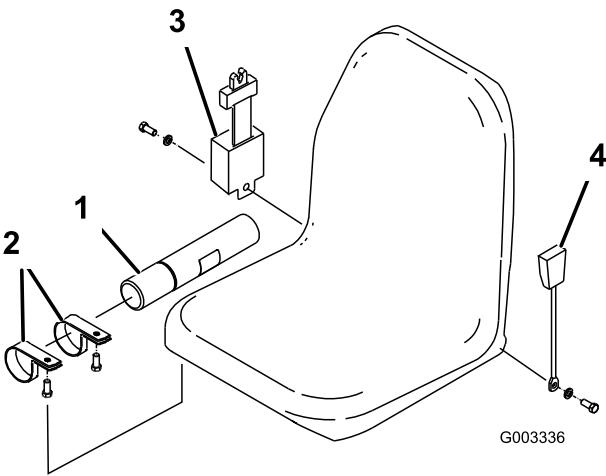

図 3
1. R クランプ (付属部品; 2個) を使用して、マニュアル保管チューブをシート・サスペンションに取り付ける (図 3)。
2. ボルトとロック・ワッシャ（付属部品）を使用して、運転席両側にシートベルトを取り付ける（図 3）。シートベルトは、バックル側を座席の左に、巻き上げ部を右に取り付ける。